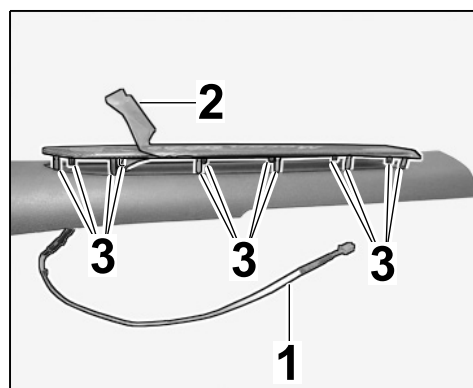

Рис. 22
- 3.3.1 Снять защитную пленку со вставки дверного порога ($\Rightarrow$ Рис. 22).
Осторожно направить язычки накладки дверного порога с подсветкой в монтажные точки (внутренней) накладки порога (⇒ Рис. 22).